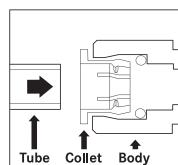

Fig. 1
- ▷ Führen Sie die Leitung im rechten Winkel ein (Abb. 1).